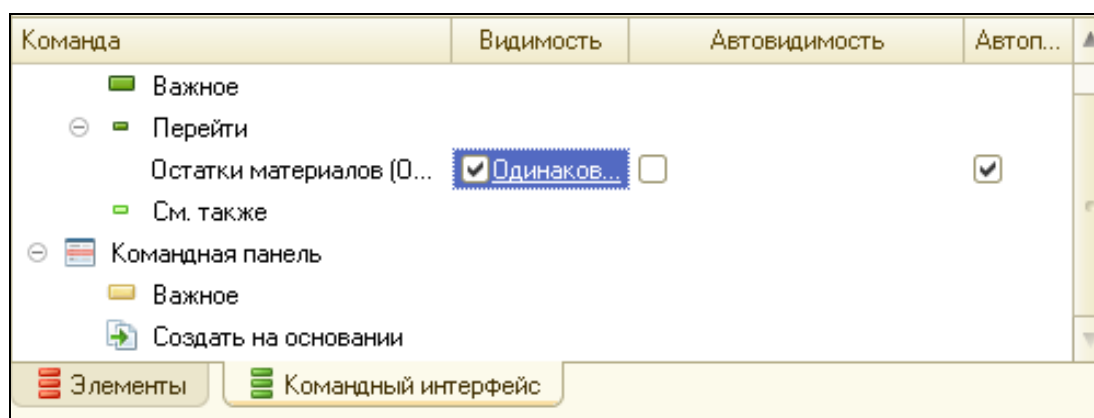

Рисунок 3.8 Настройка командного интерфейса формы документа
2. Щелкните по закладке **Командный интерфейс**. В разделе **Панель навигации** открыть группу **Перейти**. Установить видимость для открытия списка регистра **Остатки материалов** (рис. 3.8).